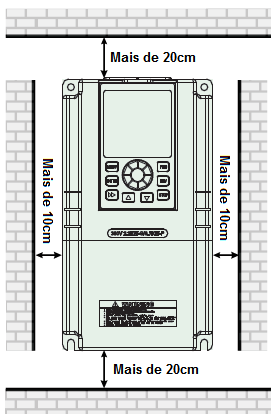

Figura 3-1 Espaçamento para direcionamento instalação.
- A figura 3-1 mostra o espaçamento mínimo para garantir a ventilação adequada